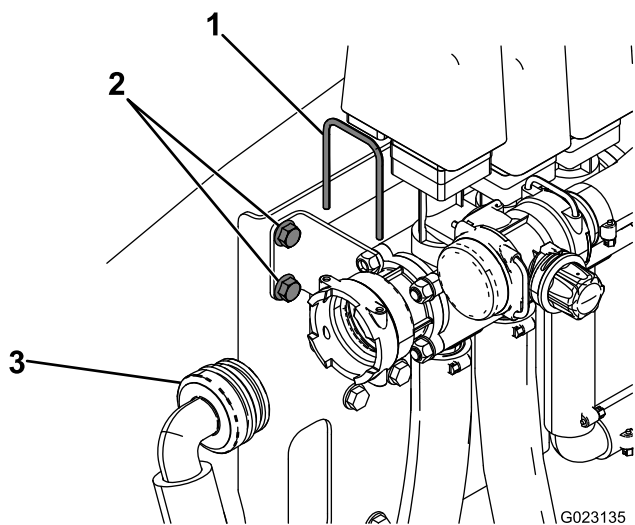

Figura 20
- 1. Retire la horquilla de retención que sujeta la manguera de presión al lateral de la válvula de agitación (Figura 20), y aparte la manguera y la horquilla.
2. Retire los 2 pernos que sujetan el soporte pequeño al bastidor (Figura 20).